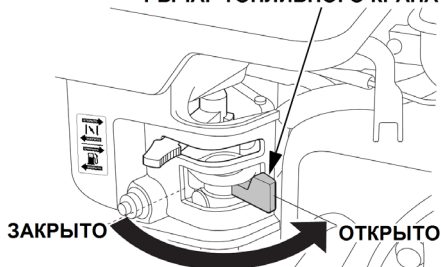

Рис. 31 Рычаг топливного крана
4. Откройте топливный кран переводом рычага вправо (Рис. 31).